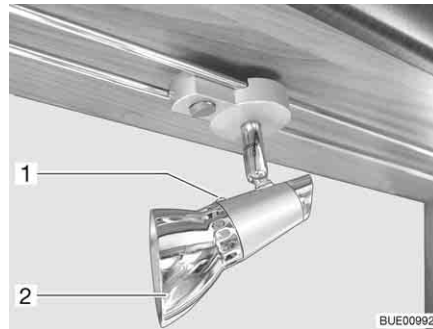

Fig. 269 Faretto alogeno (mobile)
- Svitare la vite di fissaggio (Fig. 269,1).
- Rimuovere il paralume (Fig. 269,2).